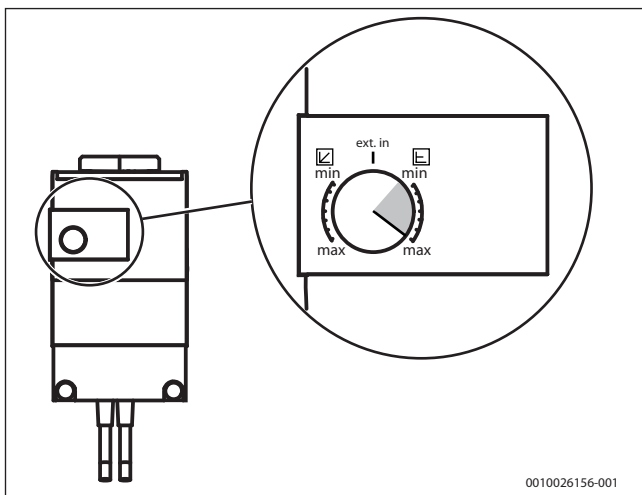

Bild 14 Einstellungen an der Solekreispumpe
- Die Solekreispumpe ist werkseitig auf den Wert **max** eingestellt (→ Bild 14). Um einen korrekten Delta-Wert zu erreichen, muss gegebenenfalls die Einstellung geändert werden (→ Installationsanleitung der Wärmepumpe).